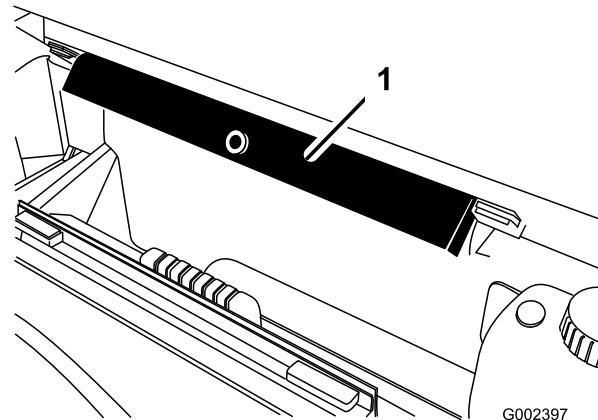

Figura 14
9. Staccate il supporto del pianale dalle staffe su cui è riposto, sulla parte posteriore del pannello del sistema ROPS (Figura 14).